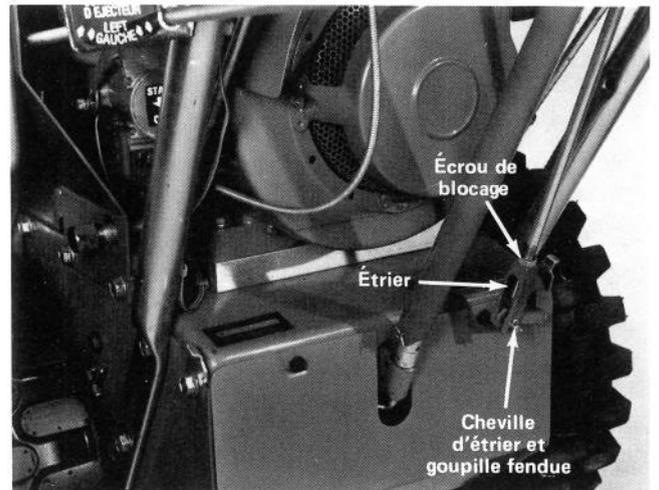

Figure 35
1. Desserrez l'écrou de blocage de l'étrier au bas de la tige de commande de tarière (Fig. 35). Ensuite, enlevez la goupille fendue et la cheville d'étrier retenant l'étrier à la tige coudée (Fig. 35).
2. Tournez l'étrier (Fig. 35) à gauche — en dévissant — pour accroître la tension et à droite — en vissant — pour diminuer la tension.
3. Raccordez l'étrier à la tige coudée à l'aide de la cheville d'étrier bloquée avec une goupille fendue (Fig. 35). Serrez ensuite l'écrou de blocage sur le haut de l'étrier (Fig. 35).